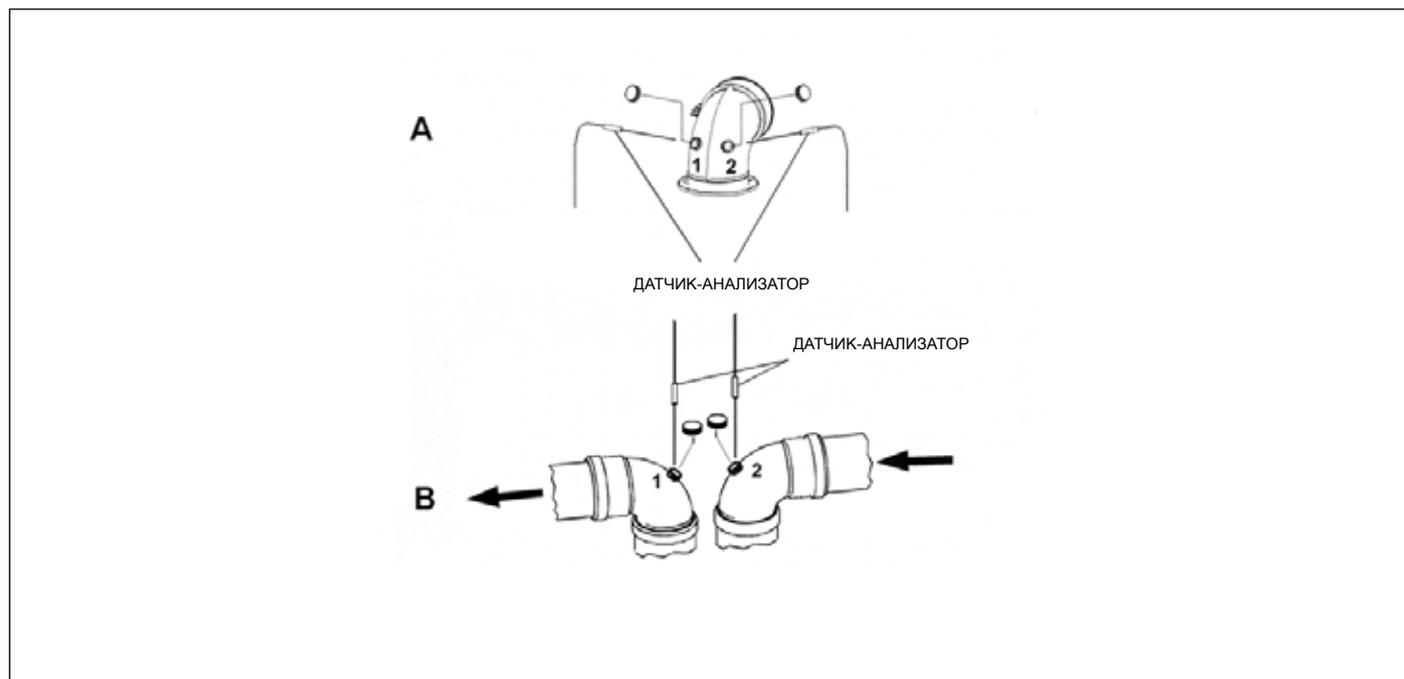

Рис. 20 Примеры мест для контроля дымовых газов
- измерить температуру воздуха для горения через отверстие 1 (см. см. (А) Рис. 20 Примеры мест для контроля дымовых газов для котлов с герметичной камерой сгорания, укомплектованных трубами со специальными отверстиями).
- измерить температуру дымовых газов и содержание CO2 через отверстие 2 (см. см. (А) Рис. 20 Примеры мест для контроля дымовых газов для котлов с герметичной камерой сгорания, укомплектованных трубами со специальными отверстиями).
- измерить температуру воздуха для горения через отверстие 2 (см. см. (В) Рис. 20 Примеры мест для контроля дымовых газов для котлов с герметичной камерой сгорания, укомплектованных трубами со специальными отверстиями).
- измерить температуру дымовых газов и содержание CO2 через отверстие 1 (см. см. (В) Рис. 20 Примеры мест для контроля дымовых газов для котлов с герметичной камерой сгорания, укомплектованных трубами со специальными отверстиями).